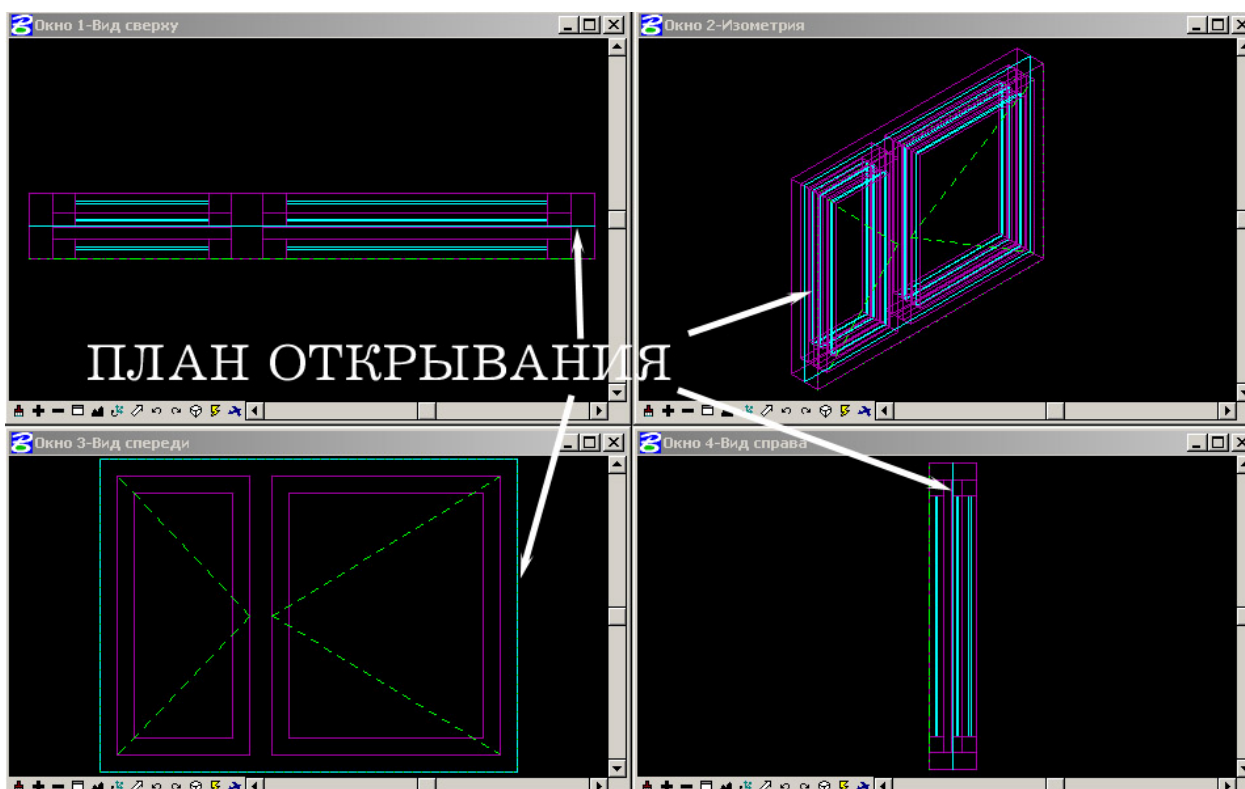

Рисунок 40
цветом 7, стилем линии 0. На виде спереди контур совпадает с внешним контуром окна, на виде справа (слева), контур совпадает с серединой окна (Рисунок 40).
27.2.2. Разделить ломаные открывания на отдельные линии. Данный и последующие этапы применяются для создания «уголка» между линиями открывания по российским стандартам (рис. 40). Иначе одна из частей открывания в точке соединения будет начинаться либо со штриха, либо с промежутка, в зависимости от масштаба, что не корректно.
Окно создано (Рисунок 40).